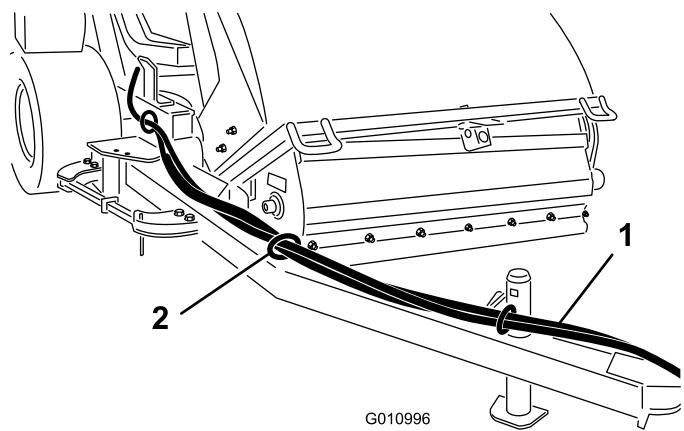

図 10
1. 油圧ホースとワイヤ・ハーネスをホース・ガイドに通してヒッチ・トングの前へ引き出す(図 10)。